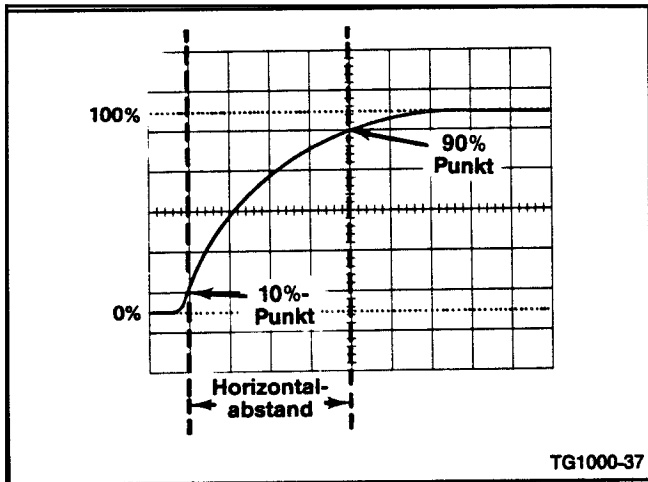

Abb. 2-6. Messung der Anstiegszeit.
4. Stellen Sie mit Hilfe der Bedienungselemente der Triggerung eine stabile Darstellung des Signals ein. Stellen Sie mittels SECONDS/DIV die schnellste Ablenkzeit ein, bei der das Signal mit weniger als 8 horizontalen Rasterteilen zwischen dem 10%- und 90%-Punkt dargestellt wird. (Siehe Abb. 2-6.)